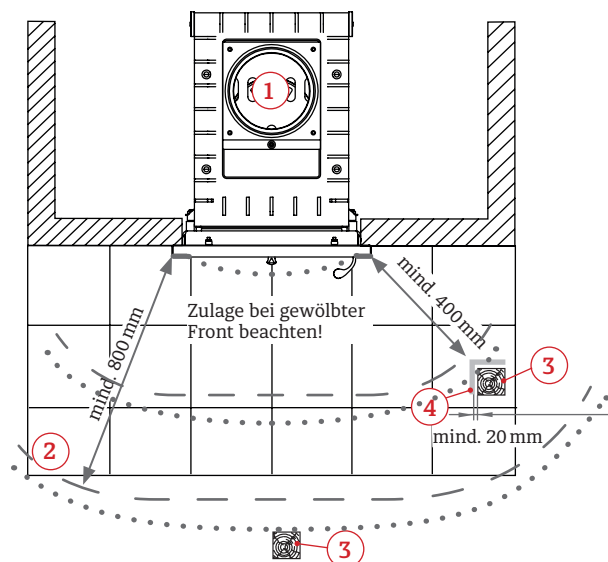

Abb.:2
- Von der Feuerraumöffnung müssen nach vorn, nach oben und zu den Seiten mindestens 800 mm Abstand zu Bauteilen aus brennbaren Baustoffen oder brennbaren Bestandteilen sowie zu Einbaumöbeln eingehalten werden; bei Anordnung eines auf beiden Seiten belüfteten Strahlungsschutzes genügt ein Abstand von 400 mm. Dabei muss der belüftete Abstand des Strahlungsschutzes mindestens 20 mm betragen (Abb.: 2).